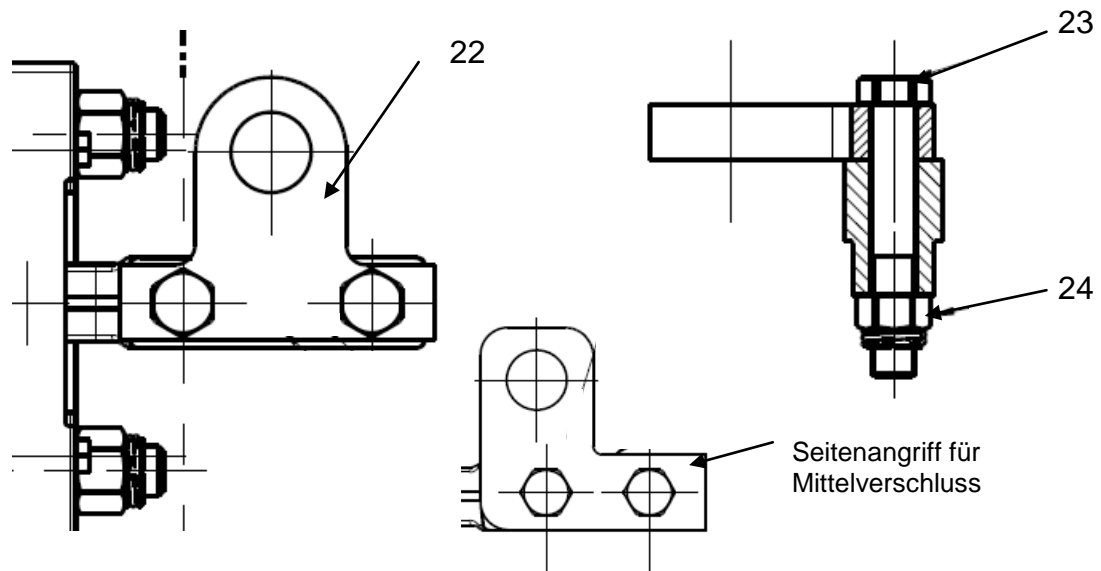

Bild 10 Montage der Seitenangriffe
- Zur Herstellung der Anschlussmaße an Regelübertragungsteile (Lage der Anschlussbohrung in der Schieberstange des Klammerverschlusses) müssen Spitzen- und Mittelverschlüsse mit entsprechenden Seitenangriffen (22) ausgerüstet werden (Bild 10). Siehe auch Montagezeichnung bei Verwendung anderer Schienenprofile.